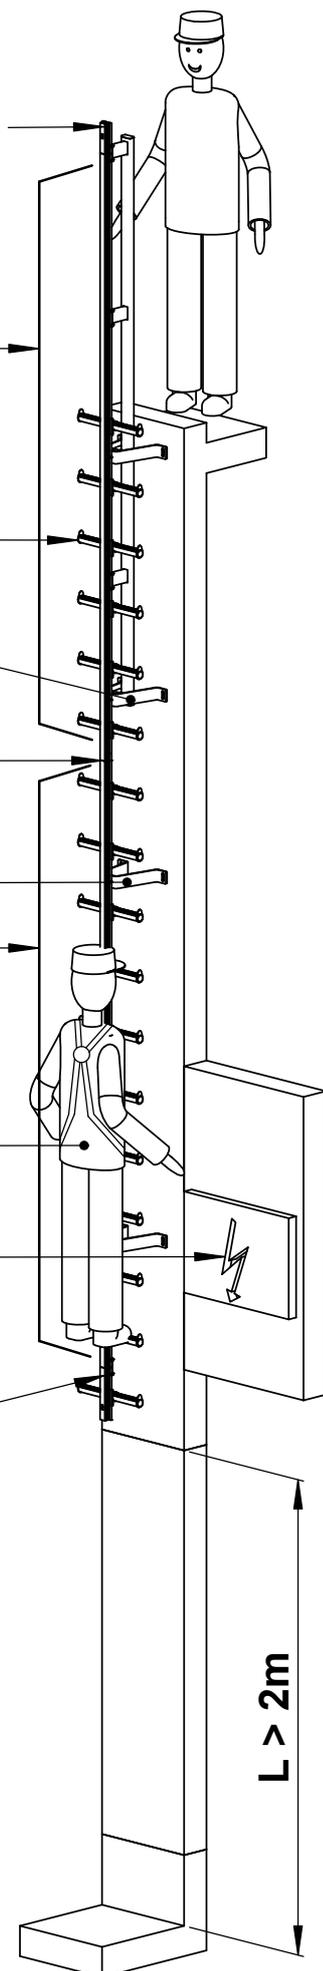

Fig. 4.2.3 Installazione in condizioni particolari
4.2.3. VERSIONE "C" - INSTALLAZIONE IN CONDIZIONI PARTICOLARI (Fig. 4.2.3)